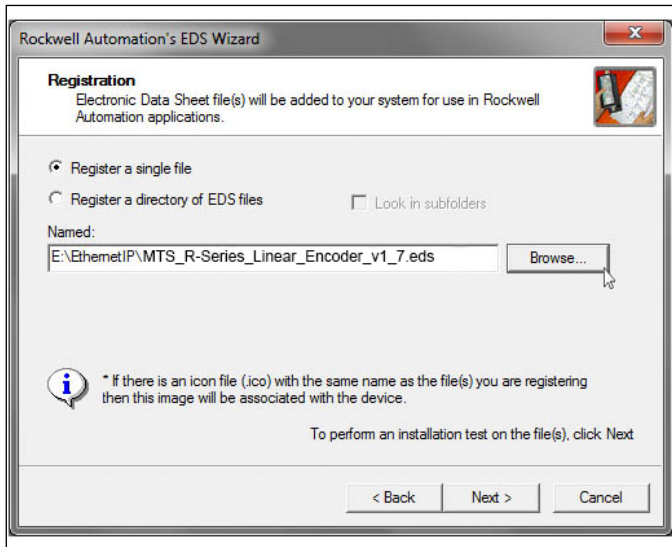

Abb. 111: Pfad der EDS-Datei eingeben
5. Klicken Sie im folgenden Fenster die Schaltfläche „Browse...“ und navigieren Sie zu dem Ort, an dem die entpackte EDS-Datei liegt. Klicken Sie anschließend die Schaltfläche „Next >“, um die Installation der EDS-Datei durchzuführen (Abb. 111).